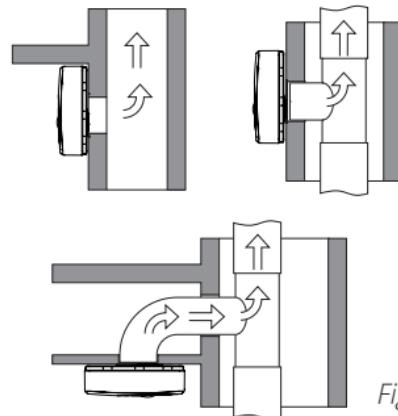
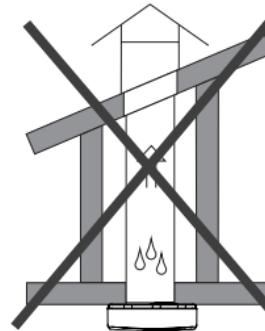

Fig. 2
Fig. 3
- Ved vertikalt avtrekk skal det være avgrensing mot viften, Fig. 2. Direkte vertikalt avtrekk er ikke tillatt, Fig. 3.